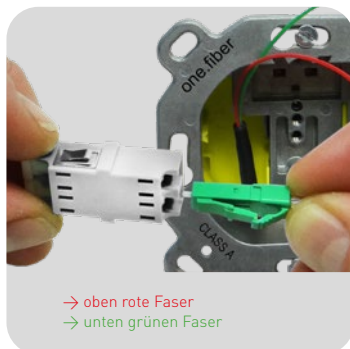

Abb. 14: LC/APC-Stecker in Kupplung stecken.
- ▶ Abb. 14: Die fertig montierten LC/APC Stecker in die Duplex-Kupplung einstecken, vorher alle inneren Staubschutzkappen entfernen.